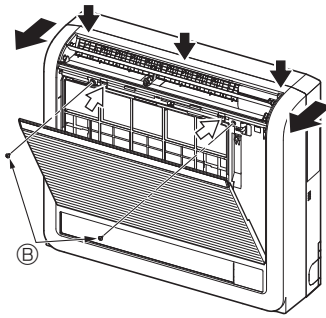
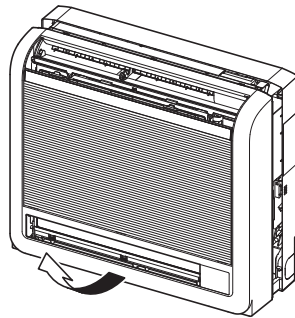

Fig. 3-3
Fig. 3-4
- ① Presione en las 2 posiciones indicadas por las flechas ➡ y abra la rejilla frontal. (Fig. 3-3)
- ② Abra la rejilla frontal y retire los dos tornillos.
- ③ Abra el deflector horizontal de la salida de aire superior, empuje la parte superior del panel frontal en las tres posiciones y tire del extremo superior de la rejilla para extraerla de la unidad interior.
- ④ Levante la rejilla exterior y extraígalas. (Fig. 3-4)